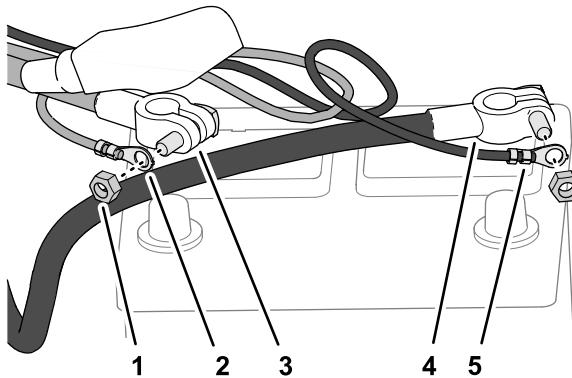

Рисунок 15
1. На положительном и отрицательном кабелях аккумулятора отверните гайки зажимов аккумулятора от коротких частей болтов зажимов аккумулятора (Рисунок 15).
2. Установите круглую клемму жгута проводов питания с черным проводом на болт зажима отрицательного кабеля аккумулятора с помощью зажимной гайки (Рисунок 15).
3. Установите круглую клемму жгута проводов питания с красным проводом на болт зажима положительного кабеля аккумулятора с помощью зажимной гайки (Рисунок 15).